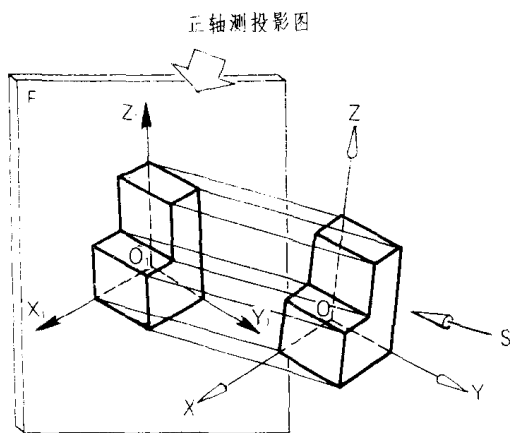

图7 正轴测投影图
1. 投影方向S与轴测投影面F垂直, 将物体放斜, 使物体三个坐标面与F面都斜交, 如图7所示, 这种方法所得到的投影图称为正轴测投影图, 简称正轴测图。